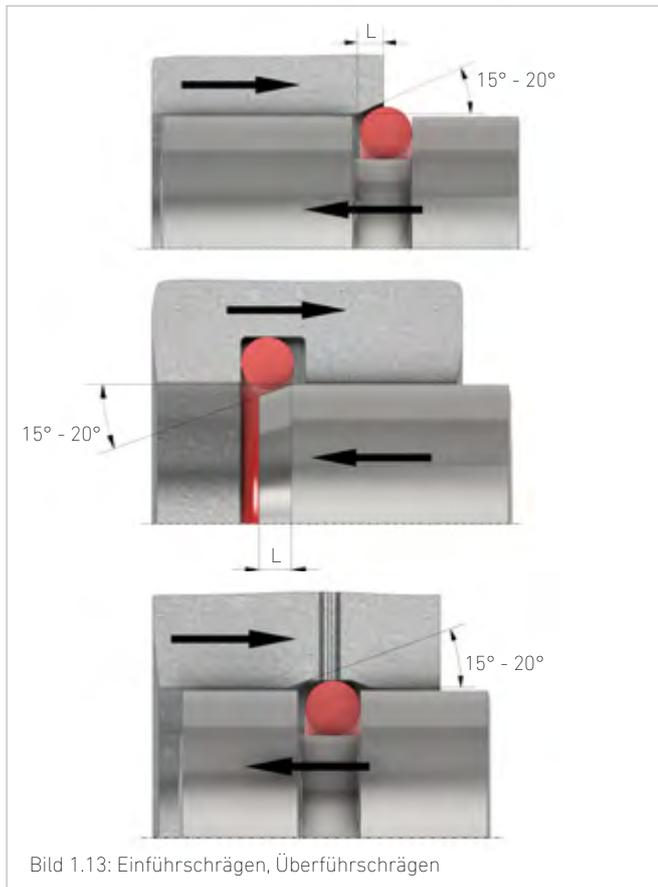

Bild 1.13: Einführschrägen, Überführschrägen
- definierte Einführschrägen (Bild 1.13, Tabelle 1.8), gratfreier abgerundeter Übergang, Oberflächenqualität Ra < 0,8 µm, Rz < 4 µm
- gratfreie abgerundete Bohrungen, Schlitze und Kanten (Bild 1.13)